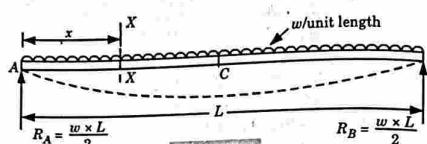

Fig. 4.10.1.
3. Draw the moment diagram of Fig. 4.10.1.